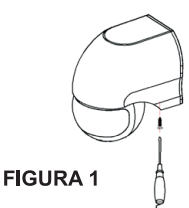

FIGURA 1
- * Retire los tornillos de la parte posterior y libérela de la parte frontal. (vea figura 1).